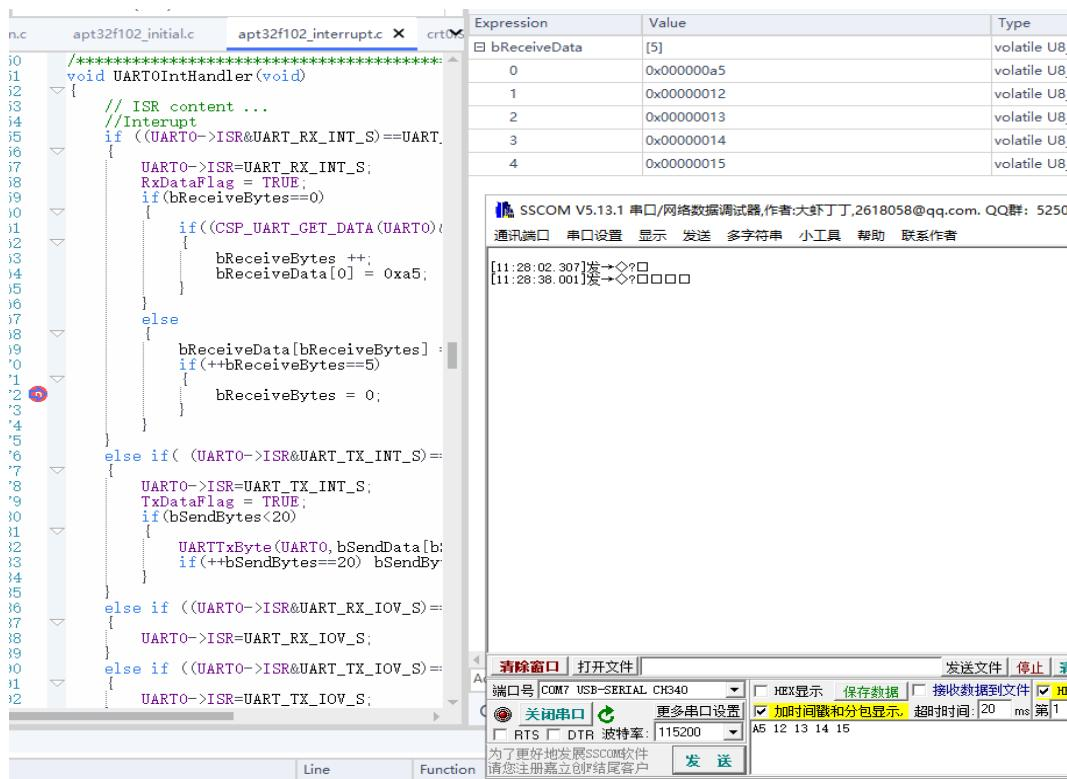

图 3.4.1 串口接收
4. 可以通过查看图 3.3.1、图 3.4.1 验证发送接收是否正确